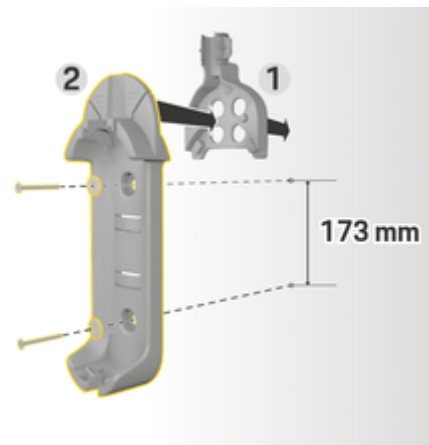

Fig. 23: Dimensiones de perforación
3. Presiona el soporte de pared básico 2 (Fig. 23) en la guía del cable 1 (Fig. 23) desde el frente.